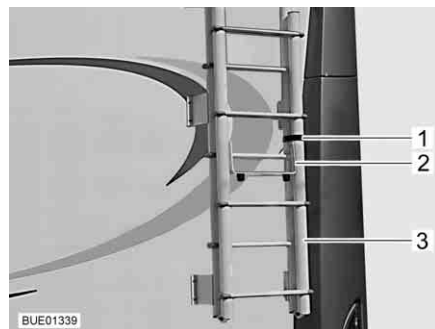

Fig. 2 Scaletta ribaltabile, scaletta ribaltata verso l'alto
- Aprire le cinghie (Fig. 2,1) della scaletta (Fig. 2,3) presente sul retro del veicolo.
- Aprire la staffa di protezione (Fig. 2,2).